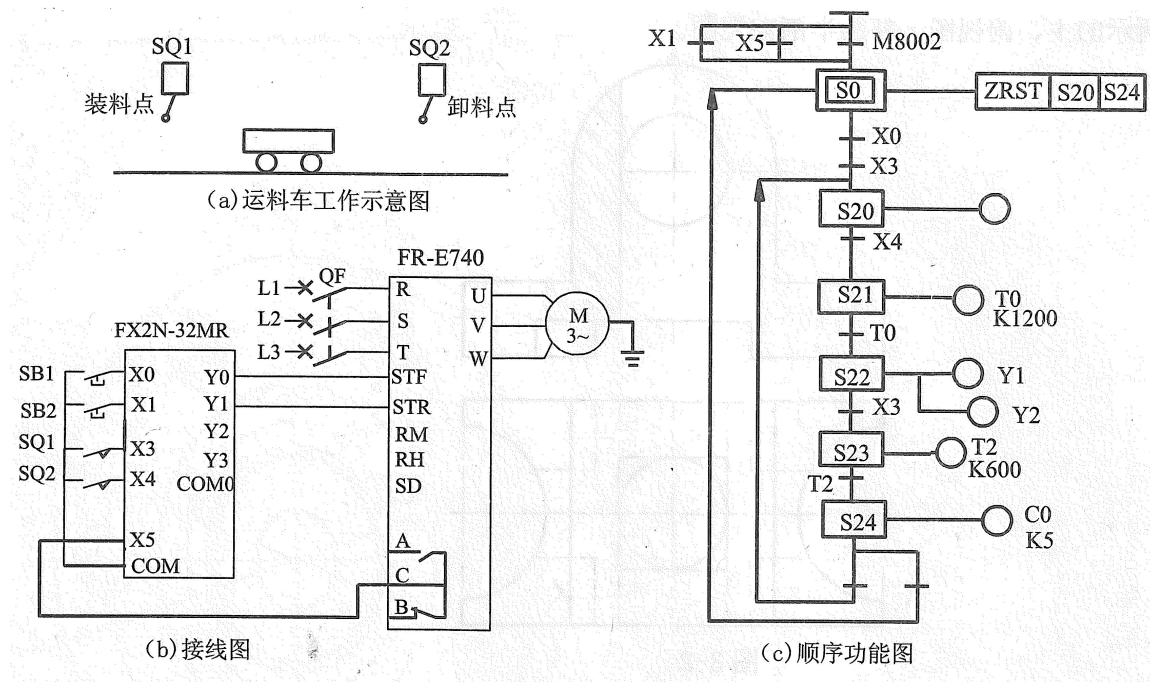

图 4-1
1. (10分) 如图 4-1 所示, 运料车工作流程如下: 按下  $SB_1$ , 运料车从装料点中速右行至卸料点,  $SQ_2$  闭合, 停车卸料 2 分钟, 然后高速返回,  $SQ_1$  闭合, 停车装料 1 分钟, 结束后进行计数, 5 次结束后运料车停在装料点。任何时刻, 按下  $SB_2$  或因过载动作, 运料车立即停止。请完成以下问题:
- (1) 补画图 4-1 (b) 的接线图。
- (2) 补画图 4-1 (c) 的顺序功能图。